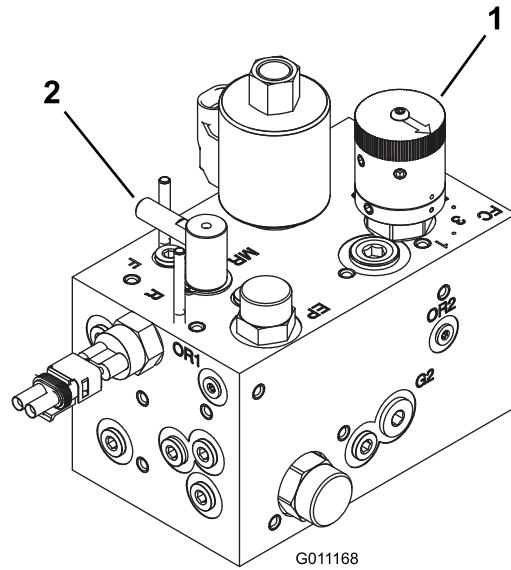

Figura 75
3. Ruotate il controllo lappatura nella posizione di lappatura (R). Girate il comando di velocità dei cilindri in posizione 1 (Figura 75).